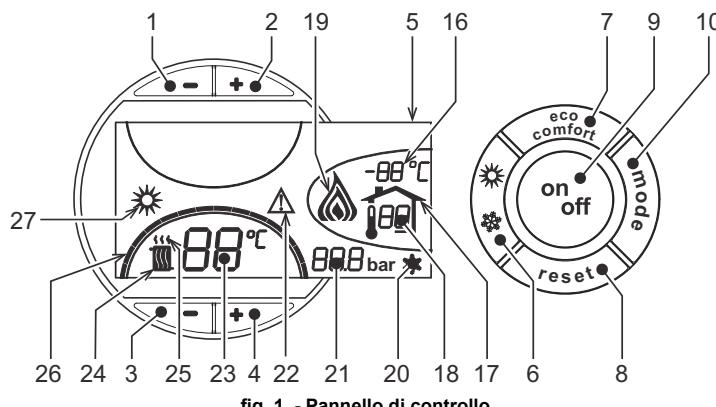
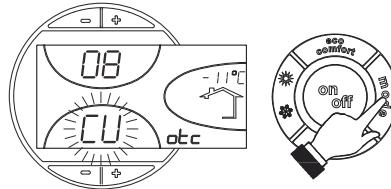
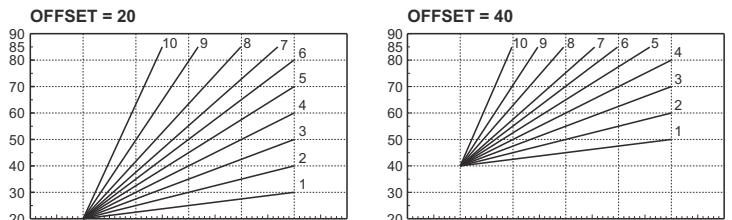

fig. 1 - Pannello di controllo
fig. 9 - Curva di compensazione
fig. 12 - Esempio di spostamento parallelo delle curve di compensazione
Premere il tasto on/off (part. 9 - fig. 1) per 1 secondo.
Per riaccendere la caldaia, premere nuovamente il tasto on/off (part. 9 - fig. 1) per 1 secondo.
- Premere il tasto ON/OFF (9 - fig. 1)
Premere il tasto **estate/inverno** (part. 6 - fig. 1) per 1 secondo.
Il display attiva il simbolo Estate (part. 27 - fig. 1): la caldaia erogherà solo acqua sanitaria. Rimane attivo il sistema antigelo.
Per disattivare la modalità Estate, premere nuovamente il tasto **estate/inverno** (part. 6 - fig. 1) per 1 secondo.
Agire sui **tasti riscaldamento** (part. 3 e 4 - fig. 1) per variare la temperatura da un minimo di 30 °C ad un massimo di 80 °C.
Agire sui **tasti sanitario -/+** (part. 1 e 2 - fig. 1) per variare la temperatura da un minimo di 10°C ad un massimo di 65°C.
Quando viene installata la sonda esterna (opzionale) sul display del pannello comandi (part. 5 - fig. 1) è visualizzata l'attuale temperatura esterna rilevata dalla sonda esterna stessa. Il sistema di regolazione caldaia lavora con "Temperatura Scorrevole". In questa modalità, la temperatura dell'impianto di riscaldamento viene regolata a seconda delle condizioni climatiche esterne, in modo da garantire un elevato comfort e risparmio energetico durante tutto il periodo dell'anno. In particolare, all'aumentare della temperatura esterna viene diminuita la temperatura di mandata impianto, a seconda di una determinata "curva di compensazione".
Con regolazione a Temperatura Scorrevole, la temperatura impostata attraverso i tasti riscaldamento -/+ (part. 3 e 4 - fig. 1) diviene la massima temperatura di mandata impianto. Si consiglia di impostare al valore massimo per permettere al sistema di regolare in tutto il campo utile di funzionamento.
Premendo una volta il tasto **mode** (part. 10 - fig. 1) viene visualizzata l'attuale curva di compensazione (fig. 9) ed è possibile modificarla con i **tasti sanitario** (part. 1 e 2 - fig. 1).
Premendo i **tasti riscaldamento** (part. 3 e 4 - fig. 1) si accede allo spostamento parallelo delle curve (fig. 12), modificabile con i **tasti sanitario** (part. 1 e 2 - fig. 1).
Premendo nuovamente il tasto **mode** (part. 10 - fig. 1) si esce dalla modalità regolazione curve parallele.
Se alla caldaia è collegato il Cronocomando Remoto (opzionale), le regolazioni descritte in precedenza vengono gestite secondo quanto riportato nella tabella 1. Inoltre, sul display del pannello comandi (part. 5 - fig. 1), è visualizzata l'attuale temperatura ambiente rilevata dal Cronocomando Remoto stesso.
Selezione Eco/Comfort	Disabilitando il sanitario dal menu del Cronocomando Remoto, la caldaia seleziona la modalità Economy. In questa condizione, il tasto 7 - fig. 1 sul pannello caldaia, è disabilitato. Abilitando il sanitario dal menu del Cronocomando Remoto, la caldaia seleziona la modalità Comfort. In questa condizione, con il tasto 7 - fig. 1 sul pannello caldaia, è possibile selezionare una delle due modalità.